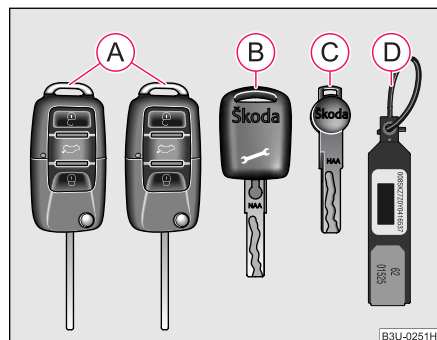

Fig. 18 Setul de chei
Împreună cu autovehiculul veți primi două chei principale (A) ⇒ Fig. 18, respectiv o cheie de service (B), o cheie de urgență (C) și eticheta cheilor (D). Cheia principală și cea de urgență se potrivesc la toate încuietorile autovehiculului. Cheia de service face posibilă doar deschiderea ușilor și punerea contactului motor. Cheia de service se utilizează spre exemplu la predarea autovehiculului unui service sau hotel.